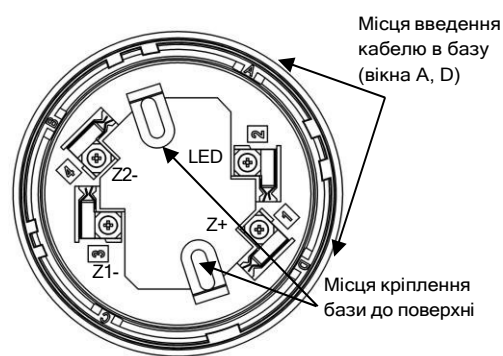
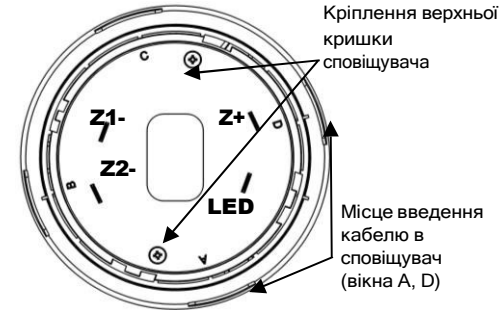

Рисунок 3.1 - Розташування клем на базі сповіщувача
Рисунок 4.1 - Вигляд сповіщувача з боку контактів
- 2) встановити базу на рівній поверхні, прикріпити шурупами або гвинтами згідно з Рис. 4.1, після затягування яких база не повинна бути деформована;
- 3) закріпити дроти ШС в гвинтових клемах бази відповідно до Рис. 3.1 і таблиці 3.1. В базі сповіщувача чотири клеми;
4.5 Для випадків, коли кабель всередину бази заводять збоку, в самій базі та в кришці сповіщувача передбачені вікна, за потреби в яких вирізають отвори. Ці вікна промарковані літерами «**A**», «**B**», «**C**», «**D**» (Рис. 3.1, Рис. 4.1).